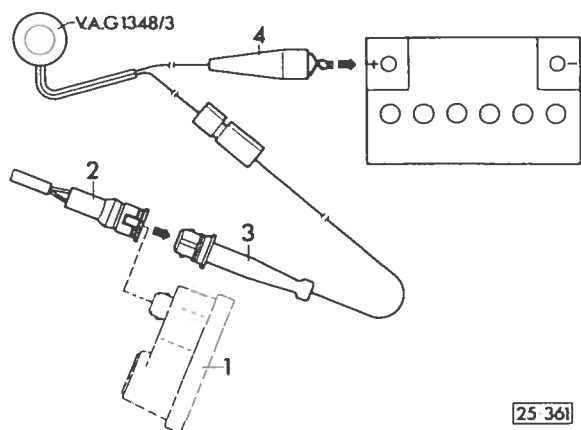

Fig. 3 Branchement de la commande à distance
- Branchement du dispositif de mesure de la pression — fig. 3
- Branchement de la commande à distance — fig. 3